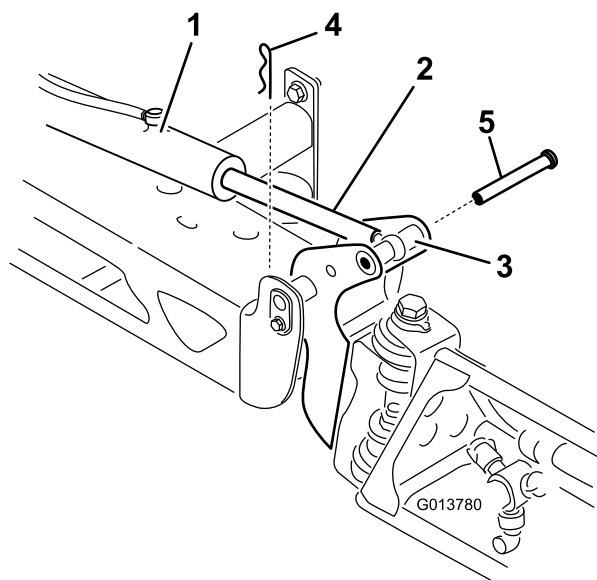

Figura 106
2. Retire la chaveta del pasador (Figura 106).
3. Eleve la sección, retire el pasador, y baje la sección lentamente al suelo (Figura 106).
7. Sujetando la sección de fumigación, introduzca el pasador a través del pivote del brazo y del émbolo del actuador (Figura 106).